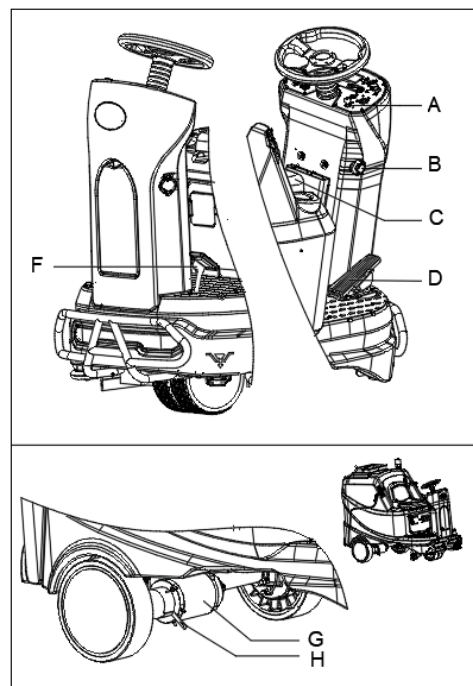

Figura 12
1. Aduceți cheia de contact (A Figura 12) la "I", așezați-vă pe scaun (C).
2. Apăsați ușor pedala de accelerație (D) și eliberați-o pentru a verifica dacă mașina poate fi condusă în direcția înainte și oprită.
3. Pentru a asigura securitatea, confirmați dacă mașina poate fi oprită imediat prin apăsarea butonului de urgență (B). Rotiți butonul de avarie pentru a-l reseta.
4. Apăsați pedala de frână mecanică (F) rapid pentru a verifica dacă mașina poate fi oprită imediat.
Frâna motorului de tracțiune este eliberată când motorul funcționează în mod normal, ea se blochează atunci când motorul se oprește din funcționare. În unele cazuri speciale, cum ar fi ambalarea/despachetarea mașinii, defecțiunea mașinii etc., mașina poate avea nevoie să fie împinsă. Pe motorul de tracțiune (G Figura 12) împingeți mânerul frânei (H Figura 12), frâna mașinii este eliberată, iar mașina poate fi deplasată. După finalizare, împingeți mânerul înapoi, astfel încât mașina să poată funcționa.